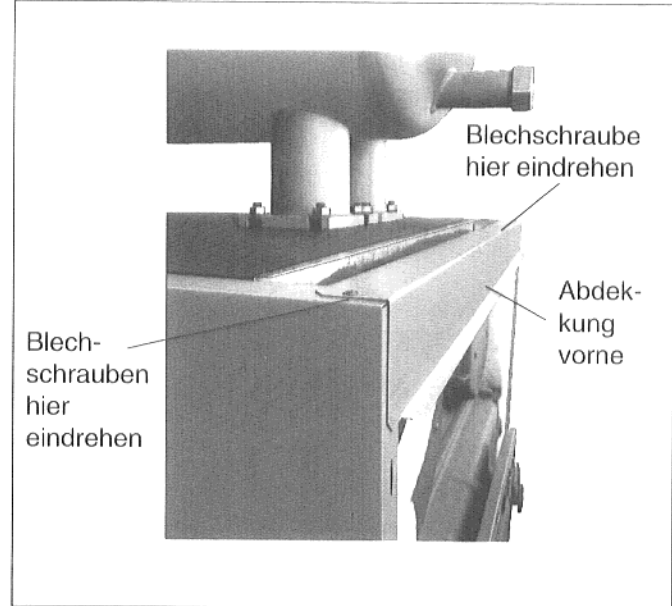

Abb. 44
- **Abdeckung vorne** mit je einer Blechschraube links und rechts an den Seitenwänden anschrauben (Abb. 44).